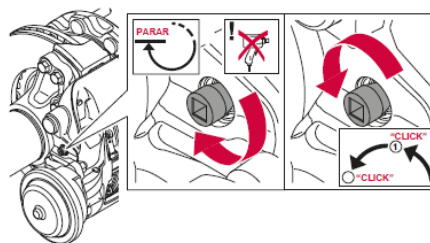

Figura 9.1. Configuração inicial da pastilha de freio
2. Em seguida, gire o eixo de reajuste no sentido anti-horário em 2 cliques. Consulte a figura 9.1.